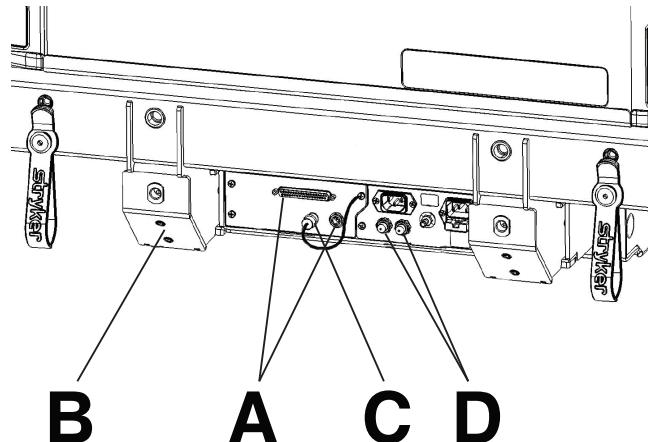

Figure 4 – Connecteur à 37 broches et jack 1/4 po
1. Brancher le câble d'interface dans le connecteur à 37 broches ou jack 1/4 po dans le châssis du plan de couchage du côté tête du produit (A) (Figure 4) et dans la connexion correspondante (station de patient, mur de tête de lit ou station d'accueil).
- Veiller à insérer la prise factice jack 1/4 po (C) dans le connecteur à cet effet lorsqu'il n'est pas utilisé.
- 2. Utiliser un tournevis cruciforme n°2 et deux vis (n°10-32) pour fixer le serre-câble (B) qui maintient le câble d'interface au châssis du plan de couchage (Figure 4).